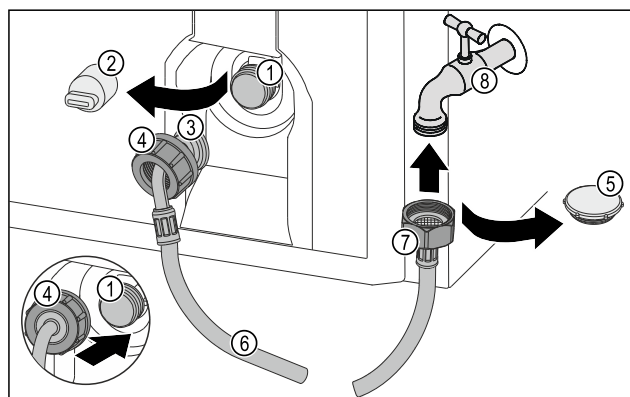

Fig. 16
- ▶ Applicare con cautela il dado (4) sulla valvola elettromagnetica (1) e tenerlo fermo.
- ▶ Avvitare il dado (4) manualmente proprio sulla filettatura, fino a quando non si raggiunge un posizionamento fisso e sicuro.
- ▶ Rimuovere il coperchio di chiusura Fig. 16 (5).
- ▶ Posizionare l'estremità del flessibile diritta Fig. 16 (7) sul rubinetto dell'acqua Fig. 16 (8).
- ▶ Stringere in senso orario sull'estremità del flessibile diritta Fig. 16 (7) in senso orario.